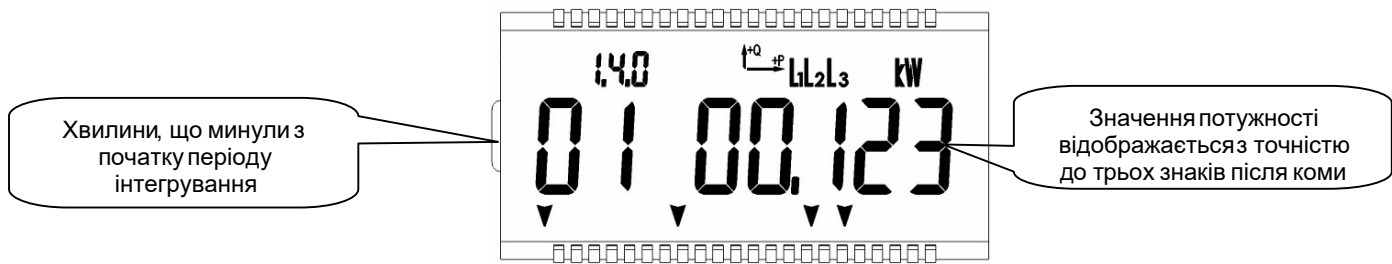
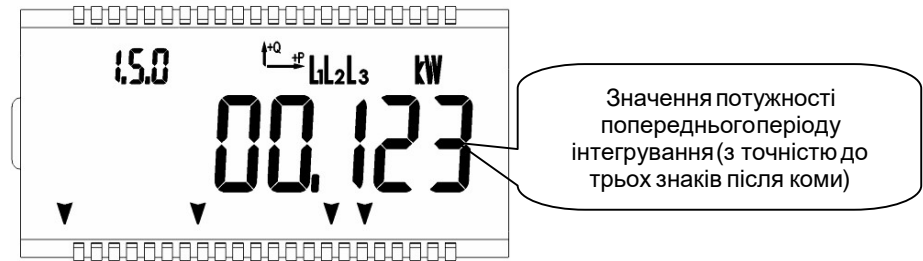

Рис. 11: Відображення потужності поточного періоду інтегрування
Рис. 12: Відображення потужності попереднього періоду інтегрування
Значення активної потужності відображаються в кВт (kW) або МВт (MW) (значення реактивної потужності - квар (kvar), Мвар (Mvar)) з трьома знаками після коми (див. Рис. 11). Крім того, значення потужності поточного періоду інтегрування відображається разом з хвилинами, що минули від початку періоду інтегрування (див. Рис. 12).